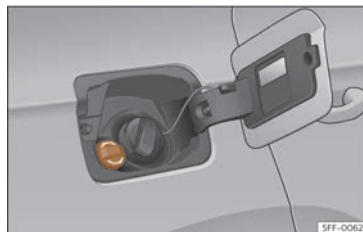

Fig. 196 Tapón da boca de carga do depósito de AdBlue.
- Abra a tapa do depósito >>> **fig. 196**.
- Xire o tapón de peche da boca de carga de SCR cara á esquerda >>> **fig. 196.**